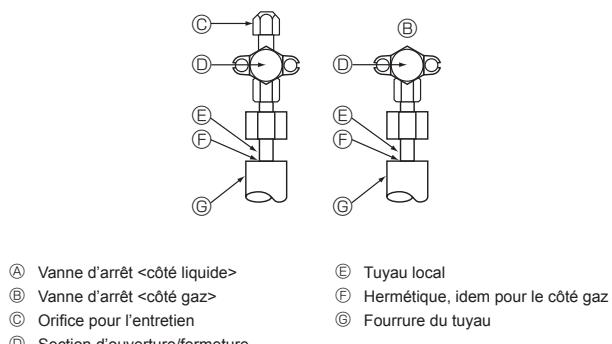

Fig. 4-4
4.4. Test d'étanchéité des tuyaux de réfrigérant (Fig. 4-4)
- Vérifier que les vannes d'arrêt (A) et (B) sont fermées et ne pas les ouvrir.
- Ajouter de la pression dans les tuyaux de réfrigérant par l'orifice de service (C) de la vanne d'arrêt de liquide (A).
- Si la pression diminue à l'étape (2) ou (3), il y a une fuite de gaz. Rechercher l'origine de la fuite de gaz.